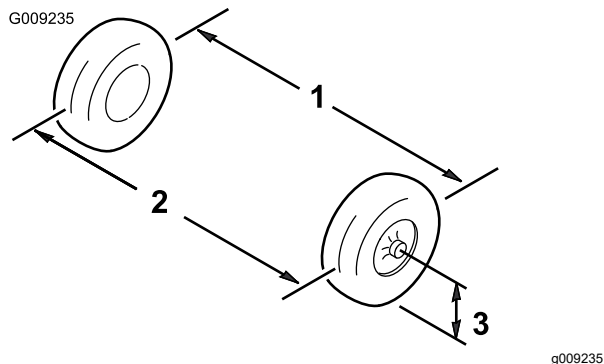

図 44
2. 前輪の前と後ろで、左右のタイヤの中央線間距離を測る計測はアクスルの高さで行う(図 44)。